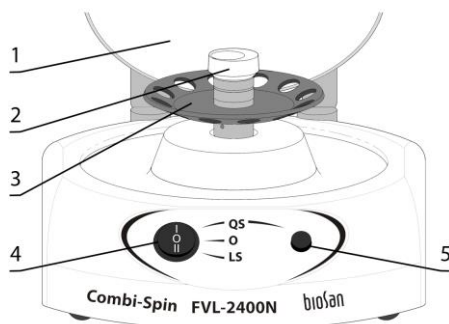

Рисунок 2. FVL-2400N
5.3.2 **Быстрое центрифугирование.** Откройте крышку (рис. 2/1). Вставьте пробирки в ротор, соблюдая равновесие. Закройте крышку. Переведите переключатель питания (рис. 2/4) в положение **I (QS)**. Нажмите и держите нажатой кнопку **QS** (рис. 2/5) для центрифугирования. После отпущения кнопки ротор останавливается. Переведите переключатель питания в положение **O** (выключено), откройте крышку и извлеките пробирки.
5.3.3 **Вортексирование.** Уберите все пробирки из ротора и закройте крышку. Переведите переключатель питания в положение **I (QS)**. Мягко держа пробирку за верх, прижмите низ пробирки к углублению головки вортекса (рис. 2/2). Для вортексирования, нажмите и держите нажатой кнопку **QS**. После отпущения кнопки ротор останавливается. Переведите переключатель питания в положение **O**.